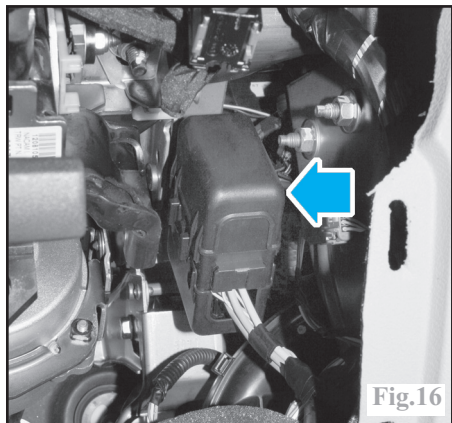

Fig.16
- la coquille supérieure de la colonne, en la dépliant à la fois de la coquille inférieure, après avoir enfoncé les languettes (5), et du soufflet de la planche de bord.
- suivant versions, les relais des résistances chauffantes additionnelles avec leur support (Fig.16).